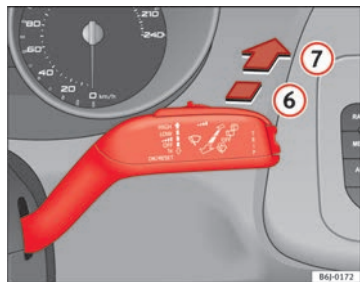

Fig. 65 Leva del tergi-lavacristalli: tergilunotto
- Premere la leva in avanti innestandola nella posizione ⑥ ⇒ fig. 65. In questo modo il tergilunotto effettua un'escursione ogni 6 secondi circa.
- Spingere la leva in avanti fino in fondo, portandola nella posizione ⑦ ⇒ fig. 65. Il tergilunotto e il lavalunotto si attivano simultaneamente. Il lavalunotto continuerà ad operare fintanto che si tiene la leva in questa posizione.